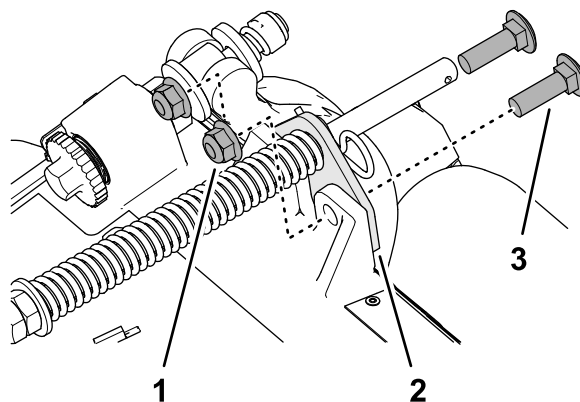

Рисунок 18
- Удалите 2 фланцевые контргайки ($\frac{3}{8}$ дюйма) и 2 каретных болта ($\frac{3}{8}$ x $1\frac{1}{4}$ дюйма), которые крепят кронштейн компенсатора состояния грунта к раме режущего блока (Рисунок 18).